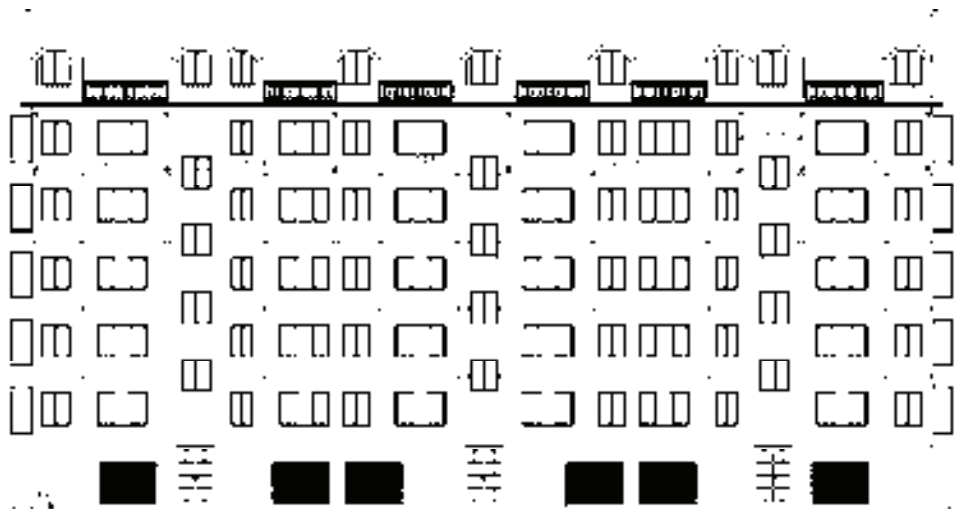

图 14-148 绘制雨水管线
23) 绘制雨水管线。调用“雨水管线”命令，分别指定雨水管线的起点和终点，绘制结果如图 14-148 所示。